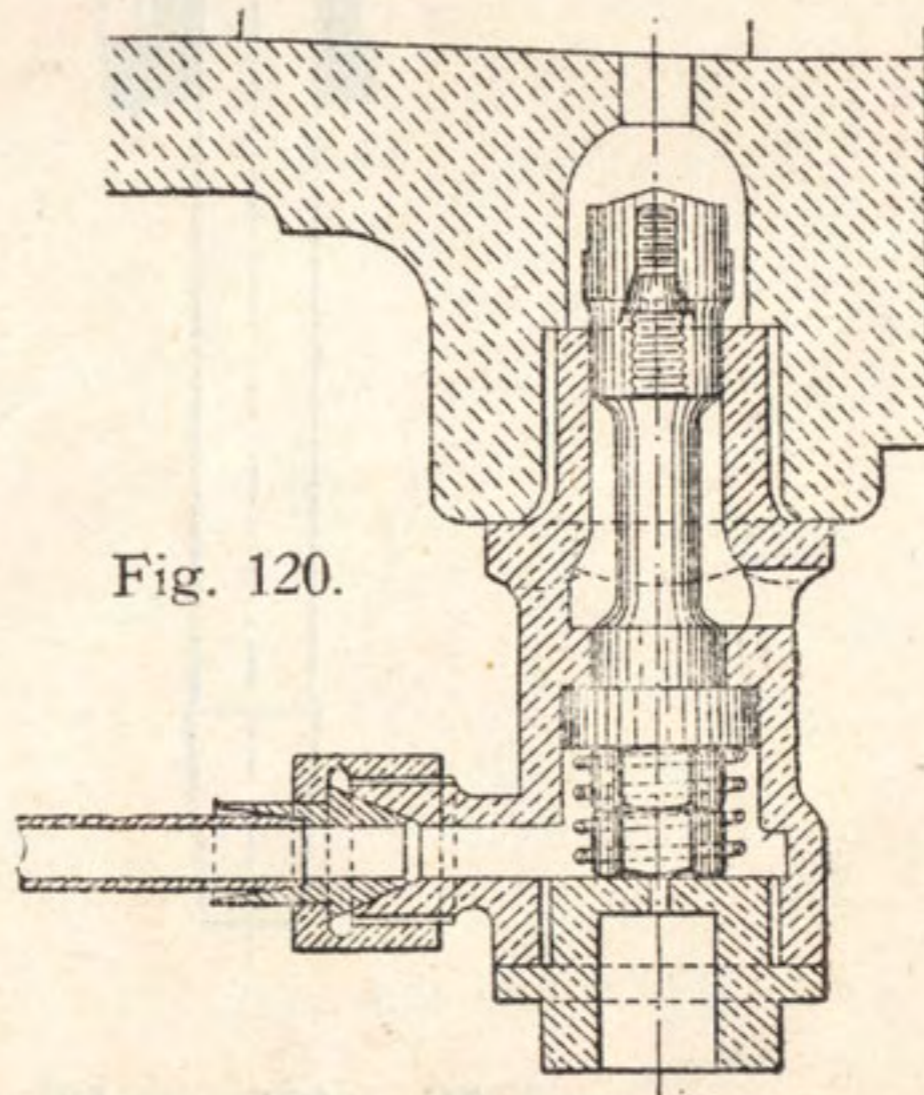

Fig. 120.
(1) Si la machine est pourvue de soupapes purgeuses automatiques, le machiniste démontrera le bouchon inférieur de ces soupapes, introduira un corps dur, deux petits écrous, par exemple, entre les spires du ressort (voir fig. 120), puis remontera le couvercle. Dans ces conditions, les purgeurs restent ouverts même lorsque la vapeur est admise dans le cylindre, sans qu'il soit nécessaire de manœuvrer la prise de vapeur qui commande les purgeurs.